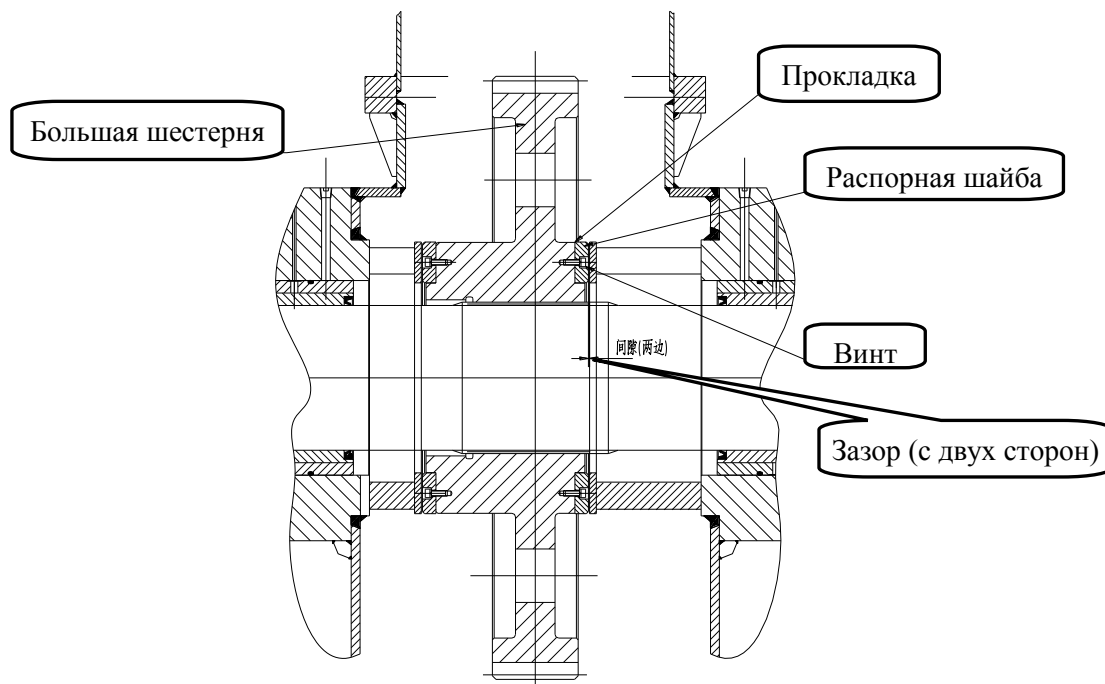

Рисунок 7-12. Регулирование распорной шайбы
1. Установка упорного прокладочного кольца проводится следующим образом (см. рисунок 7-12):